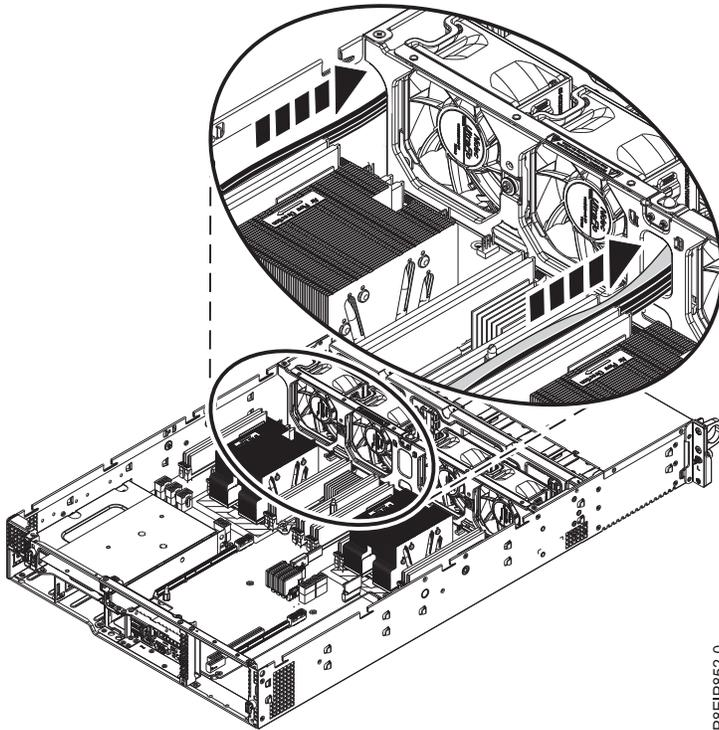

Figura 13. Extracción de los cables de la placa posterior de unidad de disco
6. Pase con cuidado los cables de señal de la unidad y los cables de alimentación de la unidad a través del chasis para extraerlos, como se muestra en la Figura 13 en la página 16.